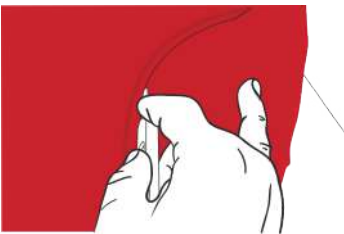

Abbildung 32
- › Um den Zuschnitt durchzuführen, muss die Klinge des Cutters am Rand des angrenzenden Bereichs angelegt werden. Führen Sie den Zuschnitt durch, indem Sie kontinuierlich am Umriss dieses Bereichs entlangfahren, wobei der Cutter nach außen geneigt wird. (Abb. 32)